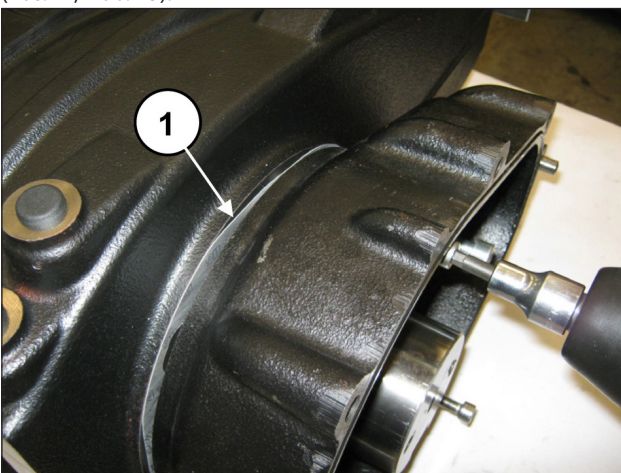
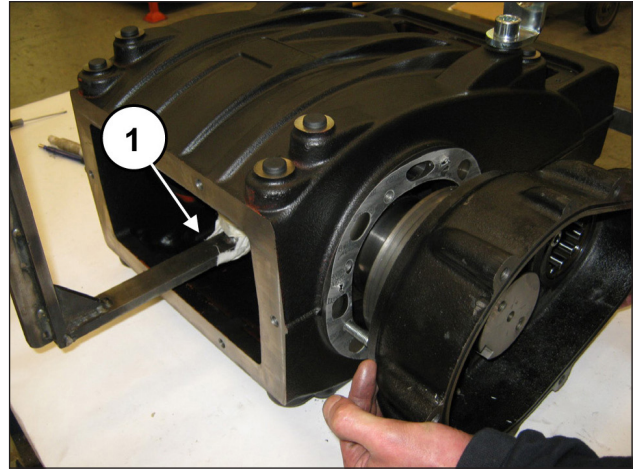

Abb. 24
Abb. 25
Drehen Sie schrittweise die 3 Schrauben M8 fest (Pos. ①, Abb. 24) um ein übermäßiges Anwinkeln und das Festsitzen des Gehäuses zu vermeiden. Entfernen Sie das Gehäuse und stützen Sie dabei die Welle ab (Pos. ①, Abb. 25).